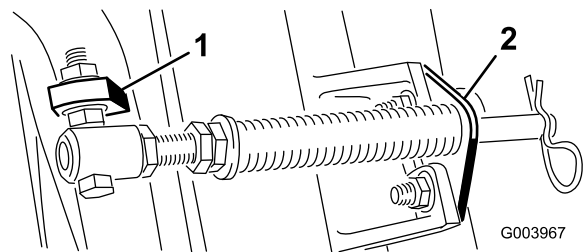

Figura 6
- C. Monte el tornillo de caperuza del tubo del muelle a la otra pestaña del bastidor de tiro y fíjelo con la tuerca con arandela prensada. La cabeza del tornillo de caperuza debe colocarse en el exterior de la pestaña, según se muestra en Figura 6.